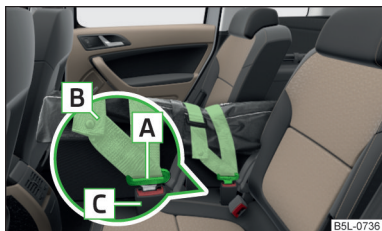

Fig. 95
- Introduceți elementele de prindere **A** » fig. 95 în butucii de fixare **C** ai centurii de siguranță din mijloc, mai întâi pe o parte, apoi pe cealaltă.